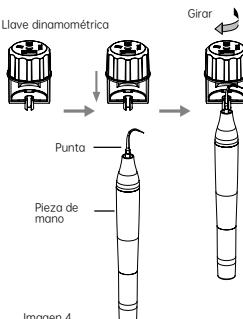

Imagen 4
3.3. Seleccione la punta de raspado adecuada según los requisitos del tratamiento y fíjela de forma segura utilizando la llave (ver Imagen 4). Ajuste la configuración de potencia de acuerdo con el tipo de punta.
[NOTA 2] Para limpiar el conducto de agua utilizando la jeringa multifunción de la unidad dental (ver Imagen 4):